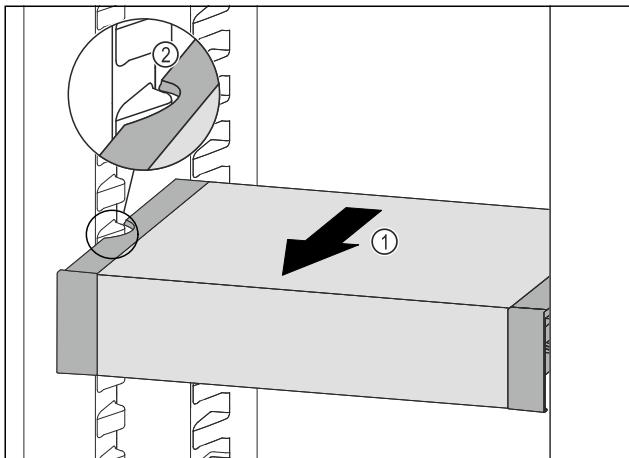

Fig. 110
- ▶ Вытаскивайте VarioSafe вперед Fig. 110 (1), пока боковые выемки VarioSafe не окажутся на высоте выступа резервуара в холодильном отделении. Fig. 110 (2)